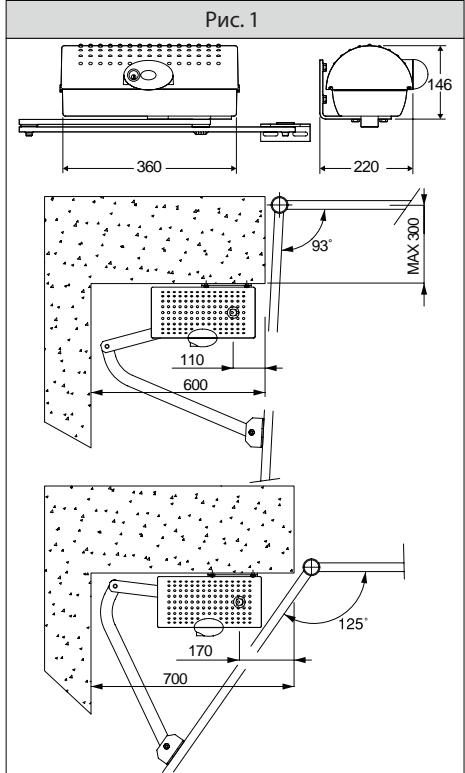
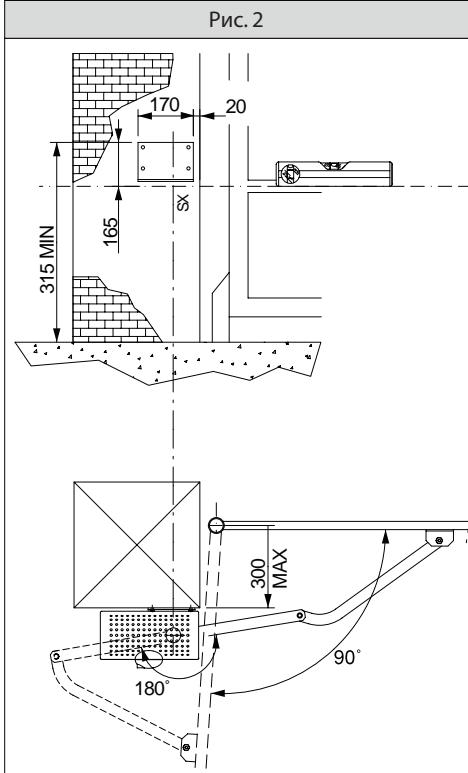

Рис. 2
Рис. 3
- Структура полотна ворот прочная и жесткая. Положения крепления должны выбираться соответственно структуре створки. В любом случае, кривые рычаги должны иметь точкой приложения усилия силовую конструкцию полотна ворот (**рис.2**).
5) КРЕПЛЕНИЕ МОНТАЖНОЙ ПЛАСТИНЫ (РИС.2)
После определения места крепления на створок, при закрытых воротах, проведите воображаемую линию до столба (**рис.2**). Расположите кронштейн, соблюдая размеры **рис.2** для открывания на 90 гр. Или **рис.3**